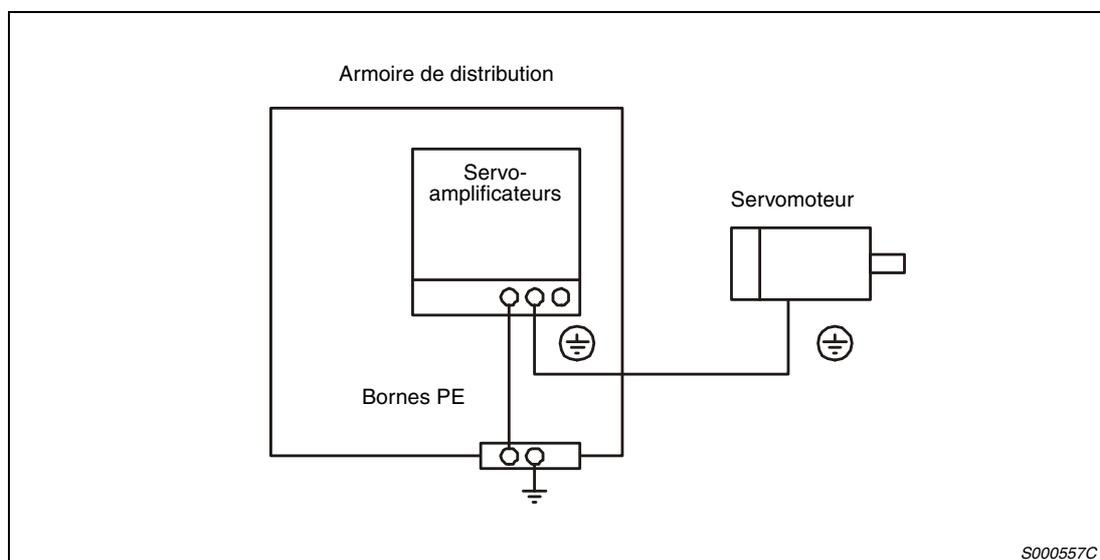

Fig. 3-12 : Raccordement du conducteur neutre
- Assurez-vous de la bonne mise à la terre du servomoteur et du servoamplificateur. Afin d'éviter toute électrocution, vous devez toujours relier la borne de mise à la terre (PE) du servoamplificateur (signalée par \perp) à la borne de mise à la terre du coffret de commande.
- ① Raccordez les servomoteurs via le connecteur d'énergie correspondant.
- ② Pour la mise à la terre, raccordez le câble de mise à la terre du servomoteur à la borne neutre du servoamplificateur. Vous devez mettre en même temps le servoamplificateur à la terre via la prise de terre de l'armoire de distribution. Voir figure 3-12.
- ③ Lors de l'utilisation d'un servomoteur avec un frein d'arrêt, vous devez raccorder une source de tension externe de 24 V CC.